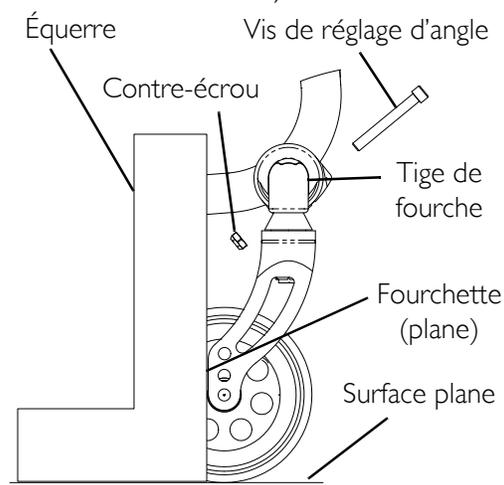

FIGURE 12.6 Vérification/réglage de l'angle de la fourche
REMARQUE : Pour cette procédure, veuillez consulter le FIGURE 12.6.
2. Positionnez un triangle rectangulaire ou une équerre de grande dimension sur la surface plane, contre la fourche. La fourche doit être alignée avec l'équerre (90 ° à la surface plane) (FIGURE 12.6).
3. Serrez/desserrez la vis de réglage de l'angle d'inclinaison jusqu'à ce que la marque d'indexage soit alignée avec l'équerre (90 ° à la surface plane) (FIGURE 12.6).